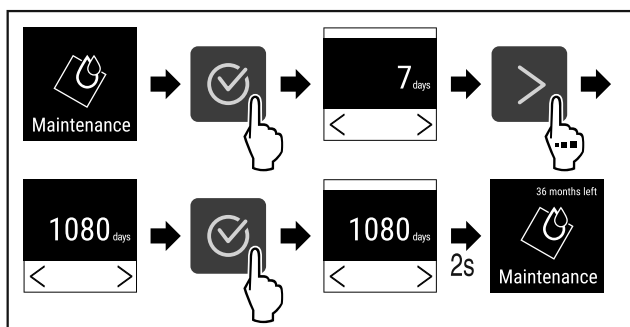

Fig. 98
- ▶ Vykonať kroky akcie (pozri Fig. 98) .